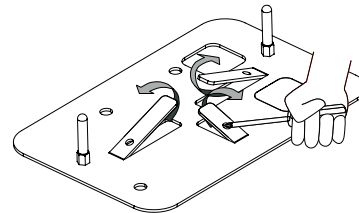

Abb. 4C
- Die Verankerungshaken mithilfe eines Schraubendrehers (Abb. 4C) abdrehen und abnehmen.